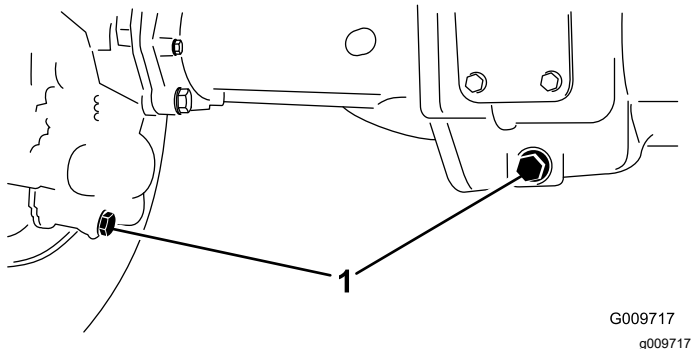

图 69
2. 清洁 3 个排油塞的周边区域——两端各 1 个中间 1 个(图 69)。